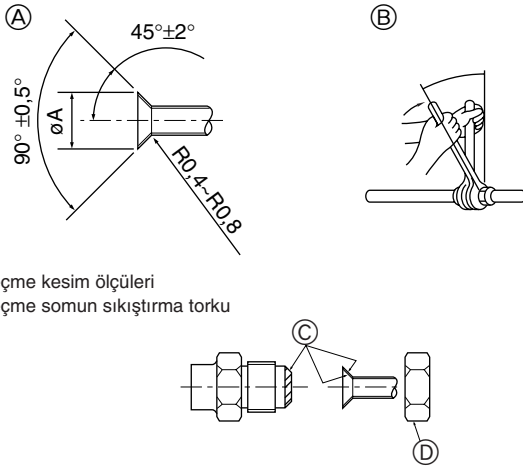

Fig. 4-1
4.2. Boruların bağlanması (Fig. 4-1)
- Geçme somunu sıkmadan önce boru ve conta bağlantı yüzeylerine ince bir tabaka halinde soğutucu yağı uygulayınız. ①
- Boru bağlantılarını iki somun anahtarıyla sıkınız. ②
- Bütün geçme yatağı yüzeyine soğutucu makine yağı sürün. ③
- Aşağıdaki boru büyüklüklerine uygun geçme somun kullanın. ④
① (Fig. 4-1)
② (Fig. 4-1)